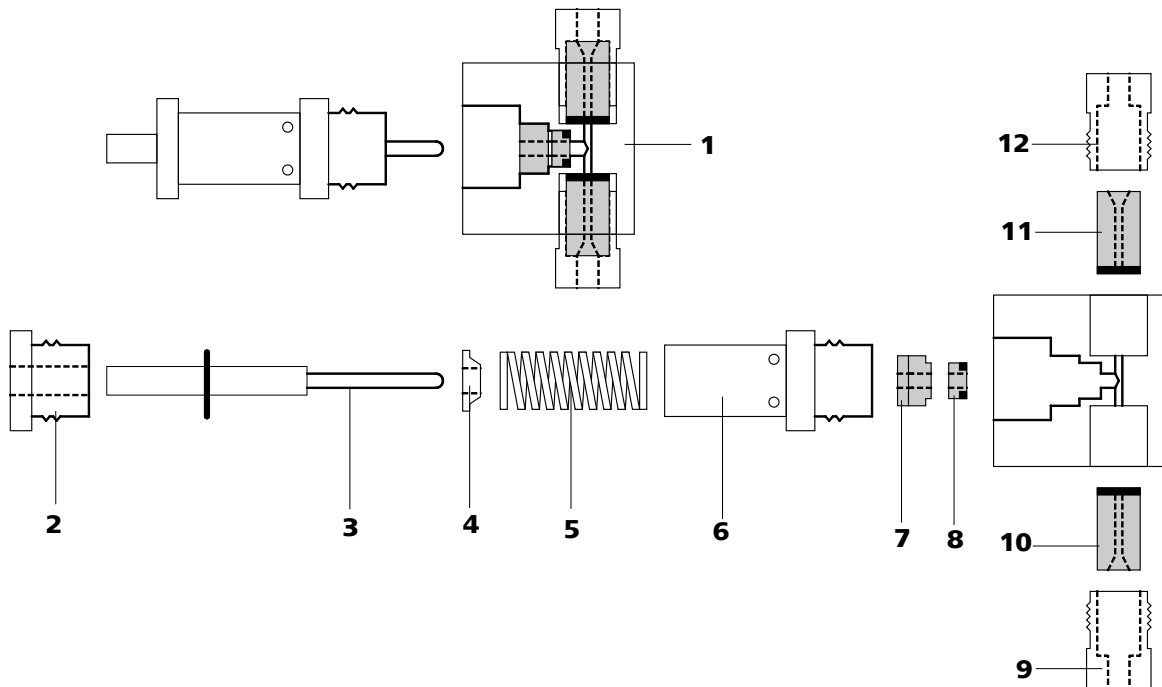

Figura 37 Componentes del cabezal de bomba estándar
- Desmonte el cabezal de bomba (18-4) en sus componentes principales (véase Figura 37, página 78).
Para seleccionar correctamente se debe tener en cuenta que el líquido fluye de abajo hacia arriba por el cabezal de bomba. El sentido de flujo de las válvulas se puede comprobar fácilmente soplando a través de la válvula limpia. Ambas válvulas se montan con el lado frontal negro orientado hacia el cabezal de bomba (véase Figura 37, página 78).
- Vuelva a montar los componentes del cabezal de bomba (18-4) (véase Figura 37, página 78).